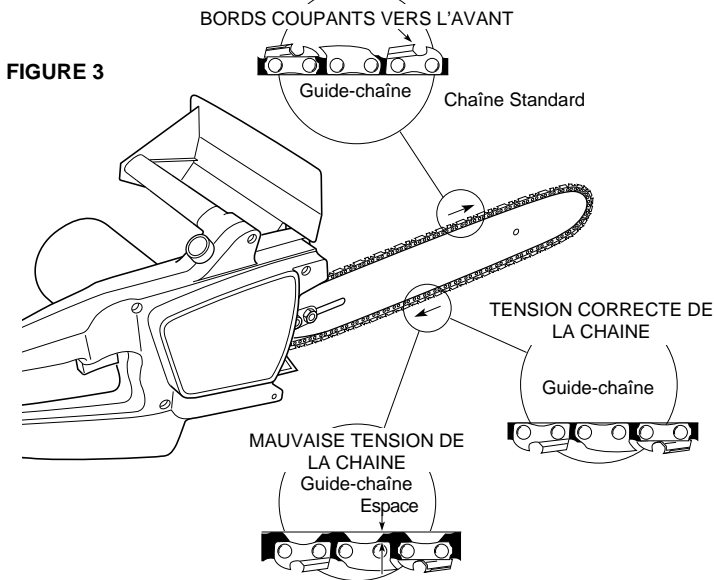

FIGURE 3
2. Tourner la vis de réglage (A) dans le sens des aiguilles d'une montre jusqu'à ce que la chaîne paraisse tendue.
3. Porter des gants de protection et faire tourner la chaîne (C) autour du guide. Elle doit pouvoir glisser sans accrocs.
4. Le cas échéant, rectifier le réglage à l'aide de la vis (A). Il ne doit subsister aucun espace entre les maillons de la chaîne et le fond du chemin de glissement du guide (voir figure 3).
5. Serrer les écrous de fixation (D) du guide-chaîne à l'aide d'une clé correspondante. Si les écrous sont mal serrés, il y aura du jeu au cours des mouvements du guide, ce qui détendra la chaîne et augmentera les risques de rebonds et pourra endommager les pièces imbriquées.